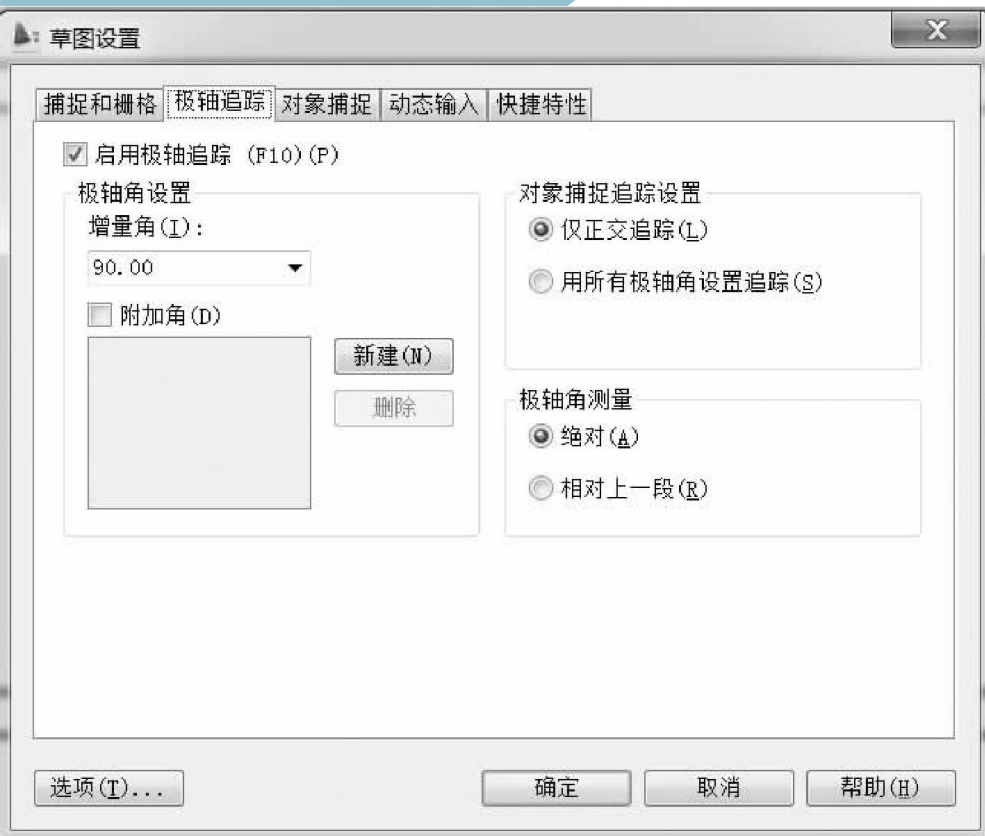

图 4-53 【极轴追踪】选项卡
(3) 设置极轴追踪。右击状态栏中的【极轴】按钮，选择【设置】选项，弹出【草图设置】对话框，选择【极轴追踪】标签，打开【极轴追踪】选项卡，如图4-53所示。选中【启用极轴追踪】复选框，将【极轴角设置】选项区域的【增量角】设置为90，单击【确定】按钮。